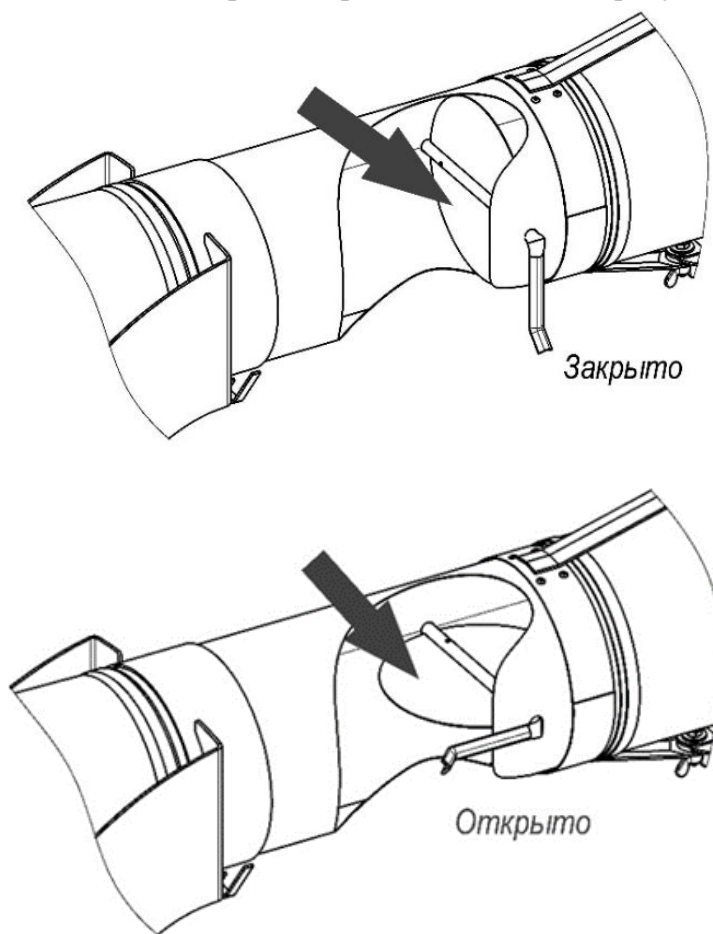

Рисунок 12
5.7.1 Для регулировки расхода воздуха необходимо изменять положение заслонки, установленной в металлическом воздуховоде внешней трубы. Положение ручки заслонки при полностью открытом и полностью закрытом проходе показано на рисунок 12.